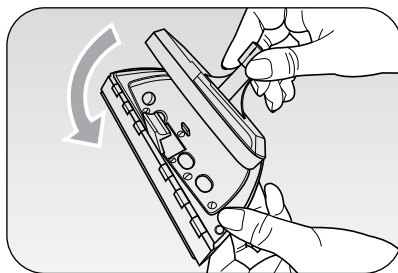

Fig. 6
De ruitenwisser past op de stofborstel (11). Steek de lipjes onderaan op de stofborstel in de haakjes in de onderkant van de borstel. Met de ruitenwisser worden ramen, spiegels en glanzende oppervlakken weer perfect schoon. U kunt hem ook gebruiken om kalk op het glas van de douche te verwijderen (Fig. 6).